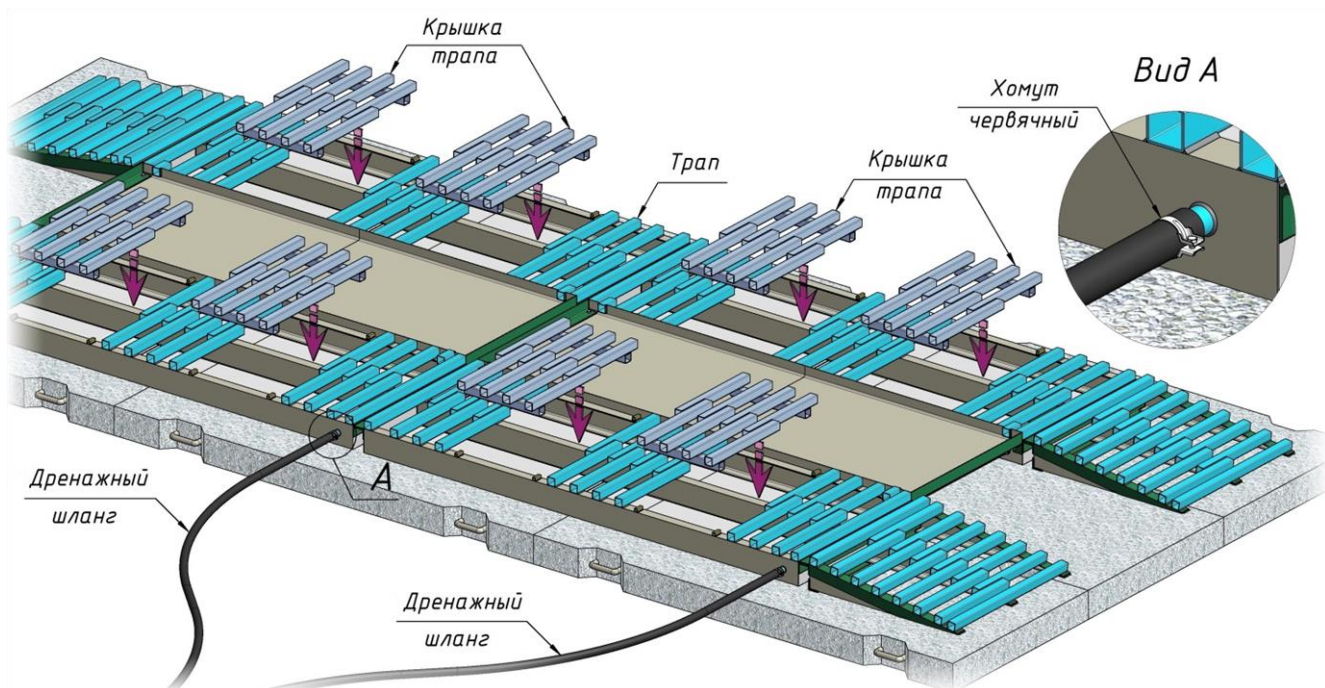

Рисунок 8
- сверху на каждый трап укладываются по две крышки. Со стороны расположения прямка к выходным патрубкам с помощью хомутов подсоединяются два дренажных шланга. Свободные концы дренажных шлангов опускаются в приямок (смотри рис. 8);